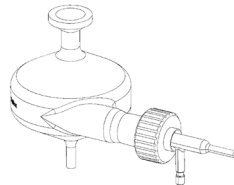

图 2.雾化器安装
- 2 将雾化器完全插入扭矩控制适配器，并顺时针轻轻旋转雾化器适配器，直至听到“咔嗒”一声，将其固定到位（图 2）。